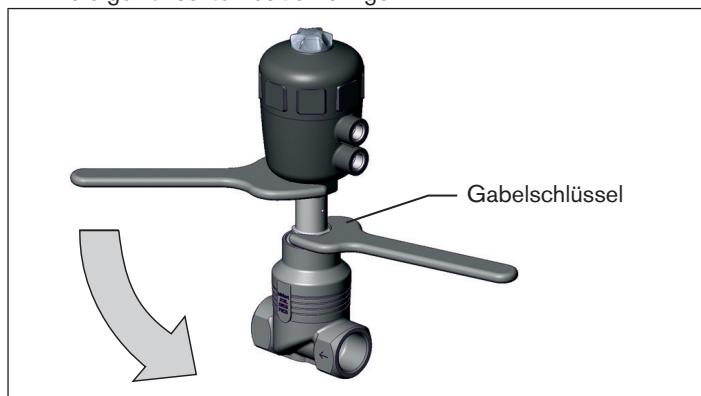

Bild 19: Drehen mit Gabelschlüssel
- Den Antrieb **nur im vorgegebenen Richtungssinn** drehen (siehe „Bild 19“).